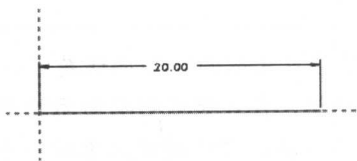

图 1-6
① 单击基准特征工具栏中的  按钮，以草绘一条轨迹线。
② 以 FRONT 基准面为草绘平面，RIGHT 基准面作为参照面，绘制如图 1-6 所示的曲线。